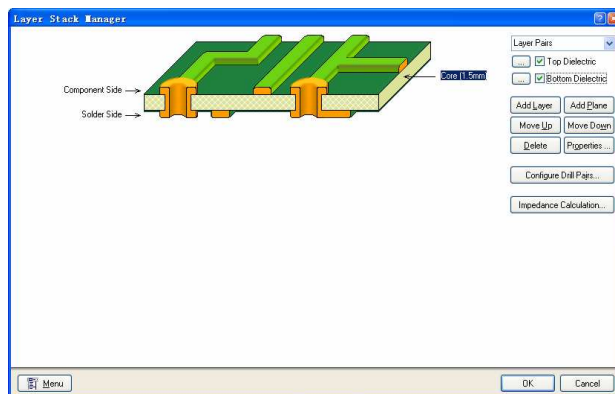

图 7.34 添加的阻焊层
(3) 在“Dielectric Properties”对话框中的“Thickness”编辑框中输入“2mm”，单击“OK”按钮，设置绝缘层厚度为“2mm”。
(4) 勾选“Top Dielectric”复选项和“Bottom Dielectric”复选项，在 PCB 板的顶层和底层添加阻焊层，如图 7.34 所示。